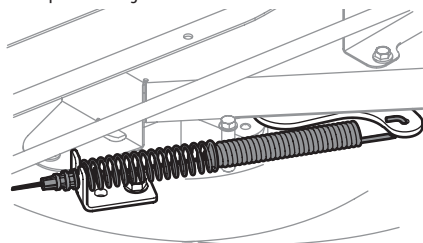

Figure 33
8. Écartez le câble de la prise de force de l'arrière du plateau de coupe en retirant la goupille-épingle qui le retient. Retirez le ressort du support de la poulie de tension du plateau de coupe. Voir la Figure 33.